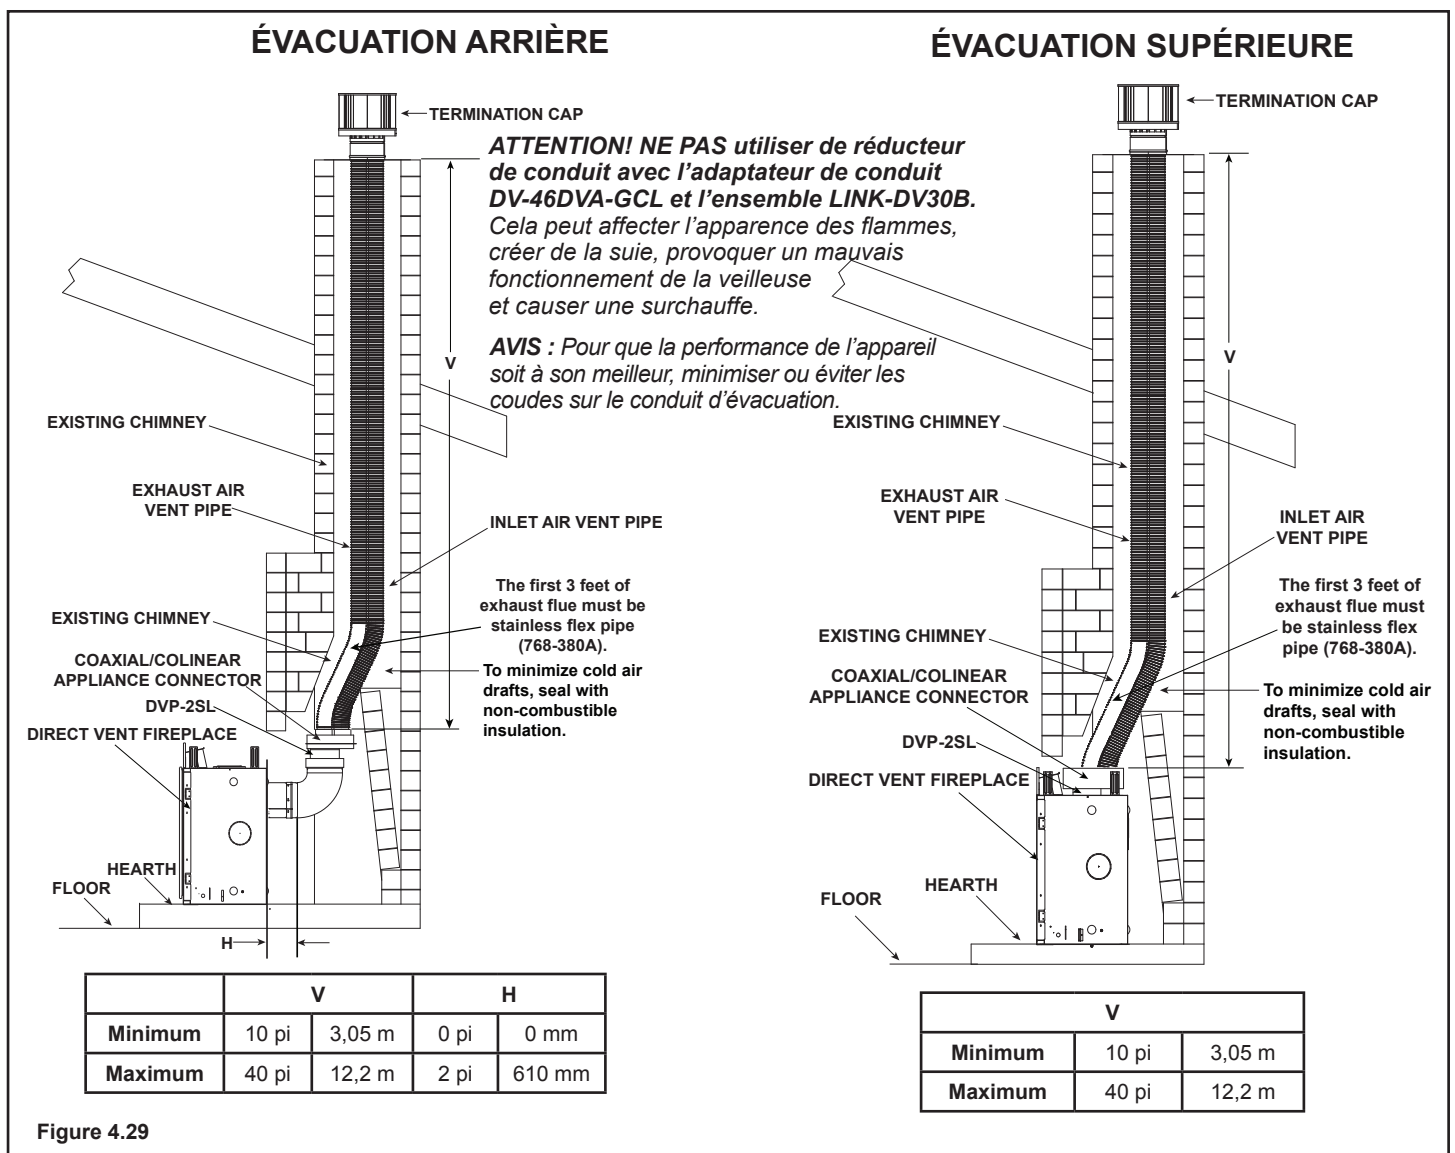

Figure 4.29
- Le cas échéant, enlevez le couvercle du conduit supérieur et l'isolation. Voir la section 6 « Préparation de l'appareil ». Fixez le DVP-2SL au col de départ de 203 mm (8 po). Suivez les instructions d'installation jointes à l'ensemble DVP-2SL. Fixez l'adaptateur DV-46DVA-GCL au col de départ de l'appareil au moyen de vis autotaraudeuses de 88 mm (3-1/2 po). Voir la figure 4.29.
- Le cas échéant, enlevez le couvercle du conduit arrière et l'isolation. Connectez l'adaptateur DVP-2SL à la partie verticale du coude. Suivez les instructions d'installation jointes à l'ensemble DVP-2SL. Fixez l'adaptateur DV-46DVA-GCL au DVP-2SL au moyen de vis autotaraudeuses de 88 mm (3-1/2 po). Voir la figure 4.29.